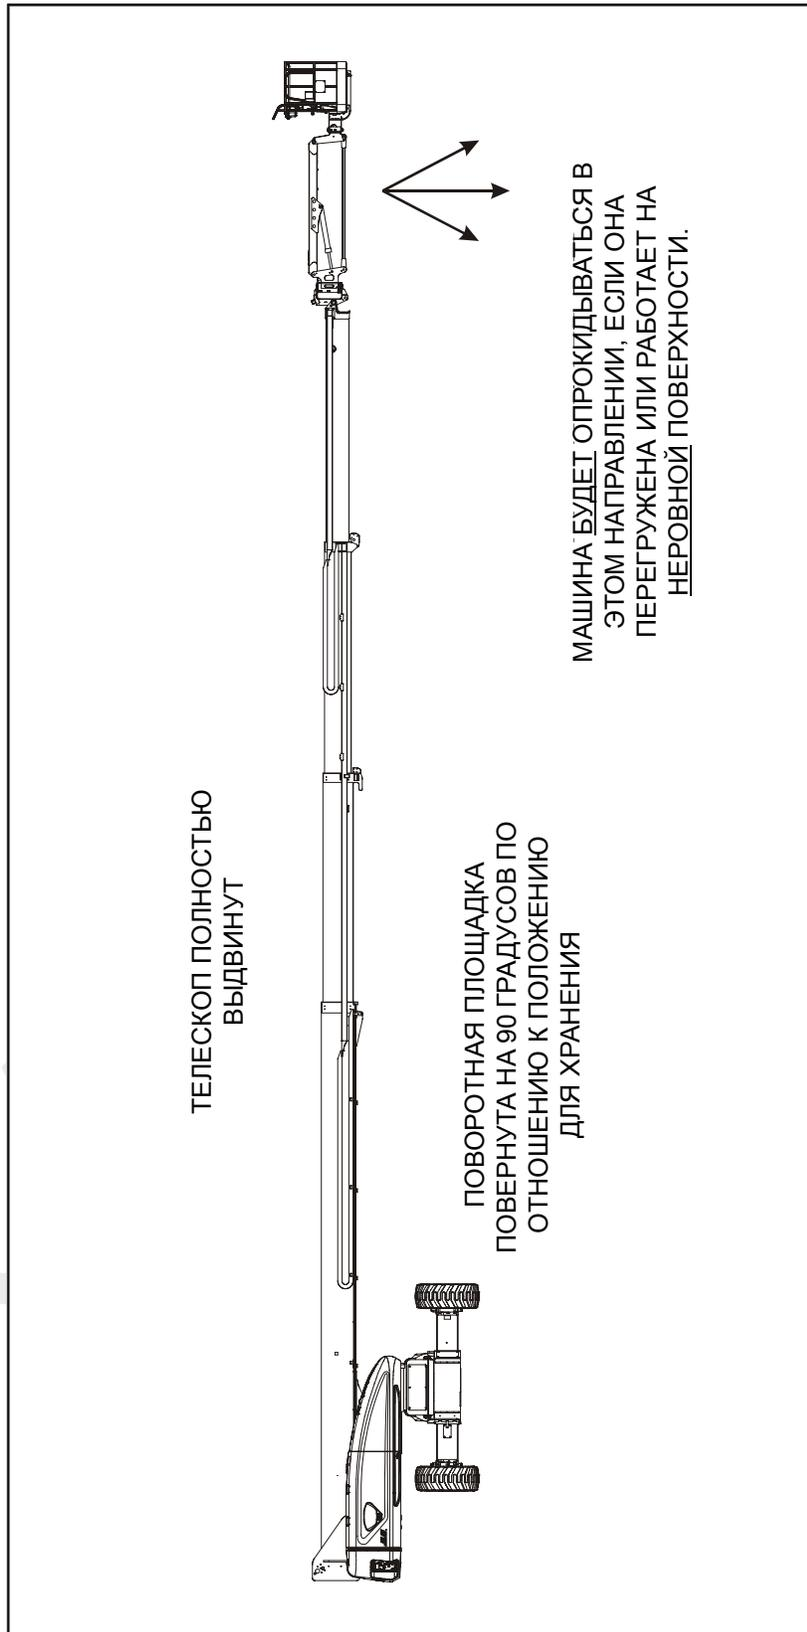
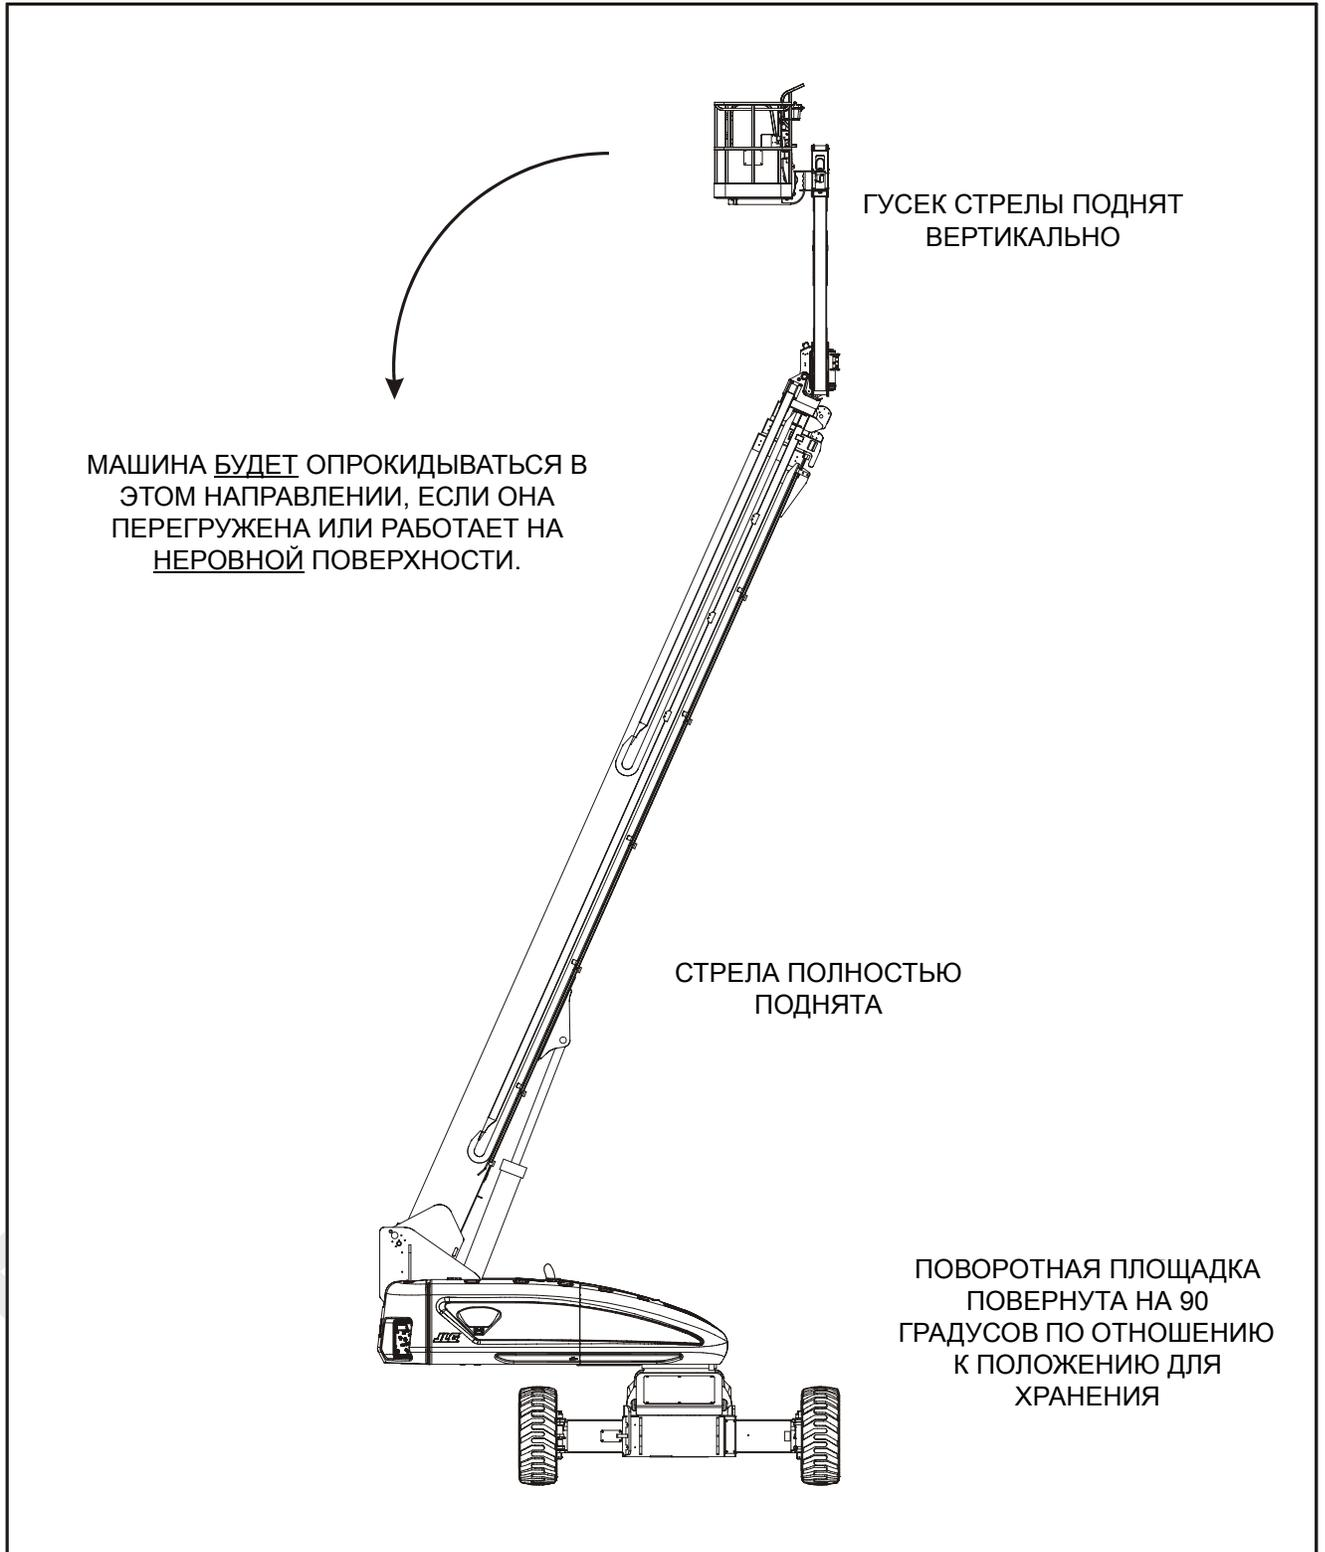

Рис. 4-2. Положение минимальной устойчивости к опрокидыванию вперед
Рис. 4-3. Положение минимальной устойчивости к опрокидыванию назад
Устойчивость машины определяется двумя (2) параметрами, которые называют устойчивостью к опрокидыванию ВПЕРЕД и НАЗАД. Положение машины с минимальной устойчивостью к опрокидыванию ВПЕРЕД показано на Рис. 4-2 (См. Рис. 4-2.); положение машины с минимальной устойчивостью к опрокидыванию НАЗАД показано на Рис. 4-3 (См. Рис. 4-3.)